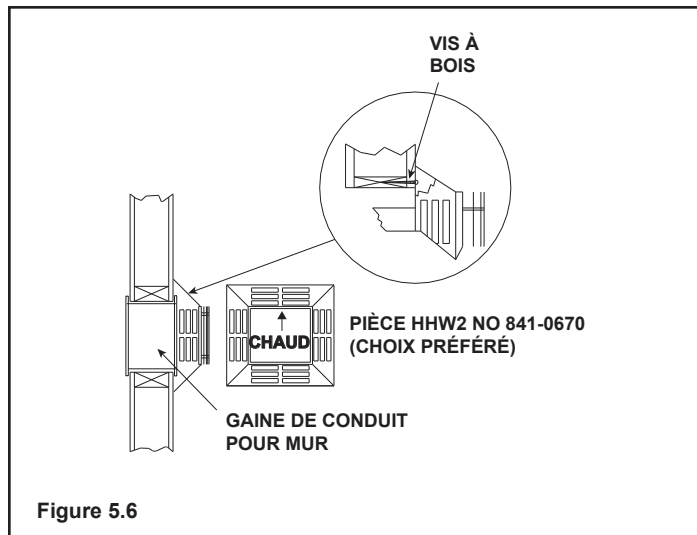

Figure 5.6
7. Placez l'abat-vent horizontal au centre de l'ouverture carrée de 254 mm x 254 mm et placez un boudin de mastic qui ne durcit pas autour de ses bords extérieurs pour créer un joint étanche entre l'abat-vent et le mur, puis fixez l'abat-vent au mur extérieur au moyen des quatre vis fournies. La flèche sur l'abat-vent doit être orientée vers le haut (**voir figure 5.6**).